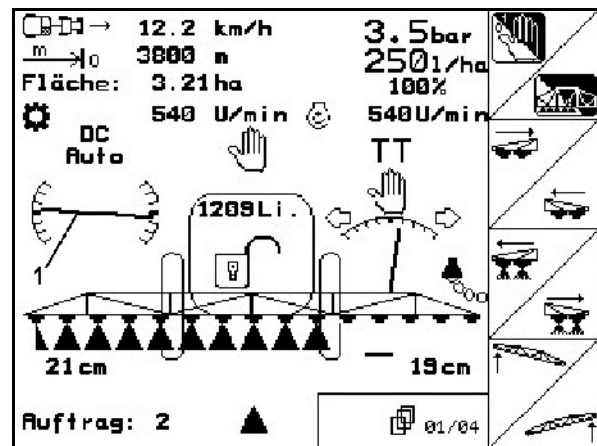

Fig. 74
- Im Display zeigt das Symbol Neigungs-Verstellung (Fig. 74/1) die gespiegelte Spritz-Gestänge-Neigung. Jetzt ist die rechte Spritz-Gestänge-Seite angehoben.